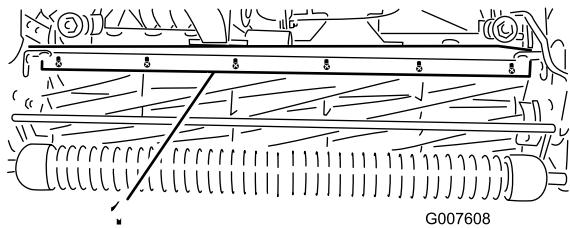

図 56
1. バー（図 56）をカッティングユニットに固定しているネジをゆるめる。